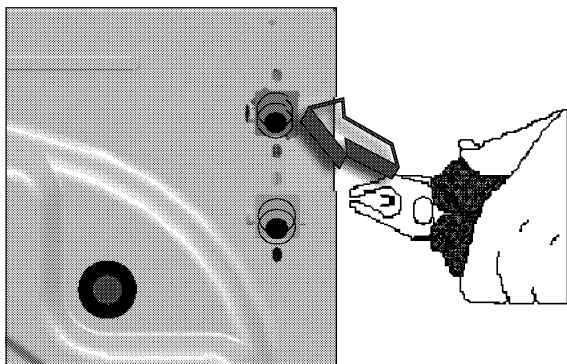

Fig. 10
- Retirez le filtre du raccord d'arrivée d'eau coté machine (à l'aide d'une pince) (Fig. 10) et lavez-le soigneusement à l'aide d'une brosse.